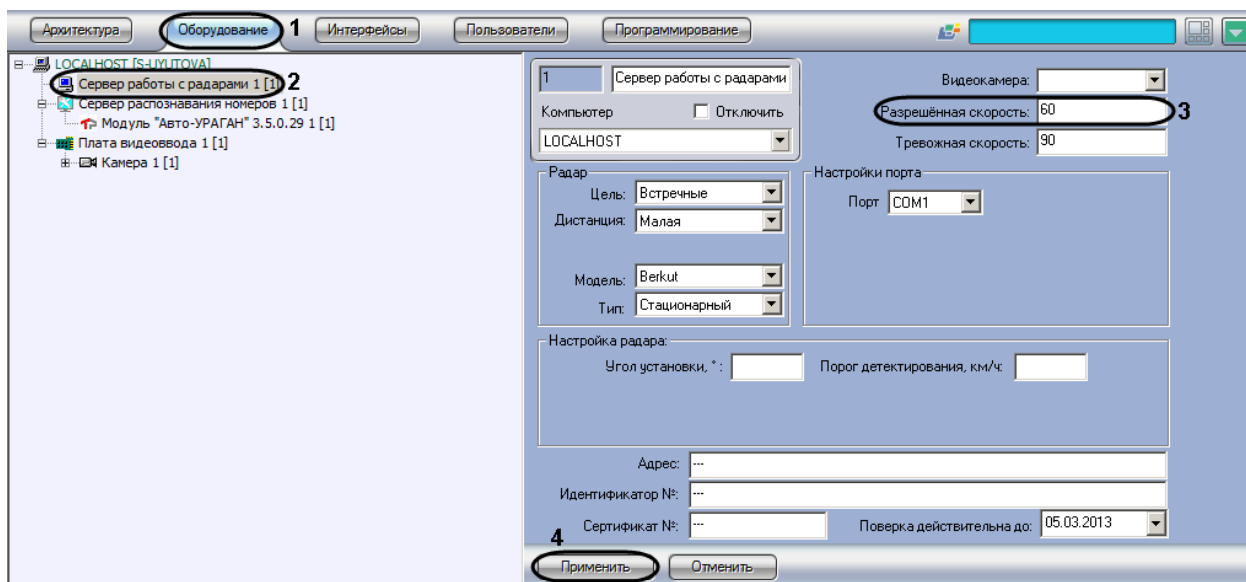

Рис. 7.3—4. Задание разрешенной скорости движения транспортных средств
2. В дереве объектов на вкладке «Оборудование» выбрать объект «Сервер работы с радаром», соответствующий настраиваемому программному модулю «Радар» (Рис. 7.3—4, 2). В правой части вкладки «Оборудование» отобразится панель настройки выбранного объекта.
3. В поле «Разрешенная скорость» ввести разрешенную скорость движения транспортных средств, которую требуется отображать в отчете о распознанном номере (см. Рис. 7.3—4, 3). Параметр выражается в км/ч.
4. Нажать кнопку «Применить» (см. Рис. 7.3—4, 4).